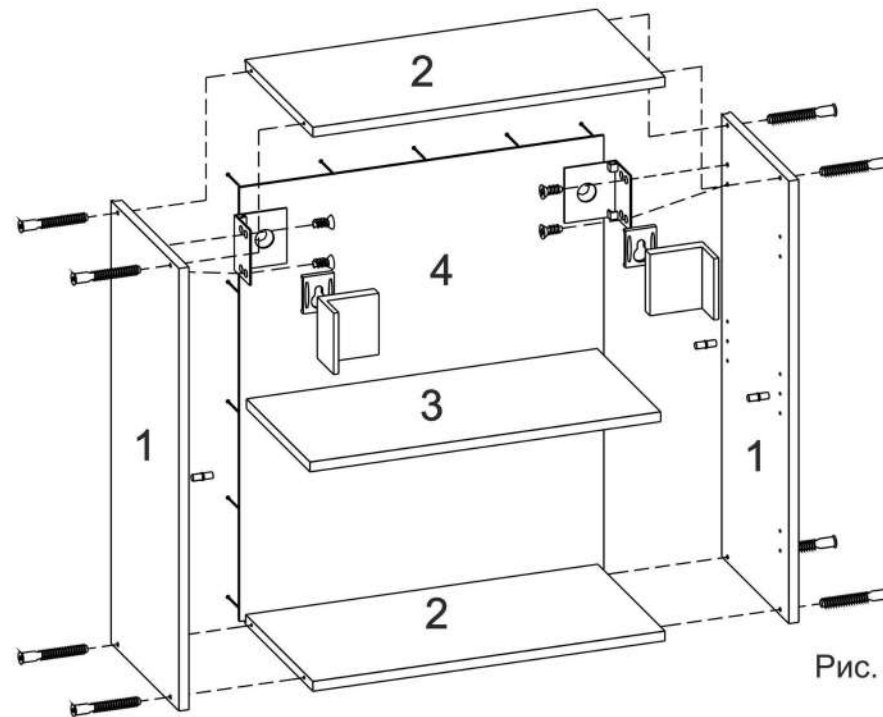

Рис. 1
- 1 Сборку шкафа удобно производить в горизонтальном положении (опрокинутом на задние кромки стенок 1). Закрепите уголок для крепления шкафов к стене 18 при помощи шурупов 16 к стенкам 1 (Рис.1).
- 2 Соедините стенки 1 со стенками 2 при помощи конфирматов 13 (Рис.1).